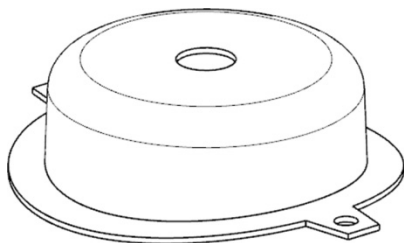

图 8-1 产品结构图
(1) 启动 NX 10.0，打开 baowengai.prt 文件，产品结构如图 8-1 所示。